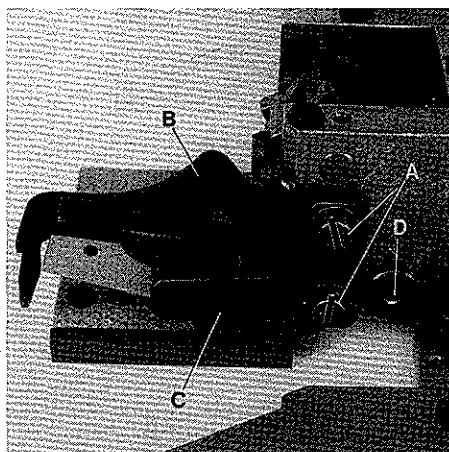
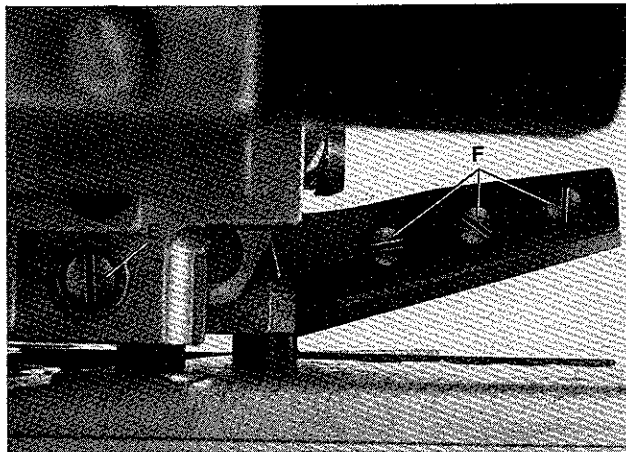
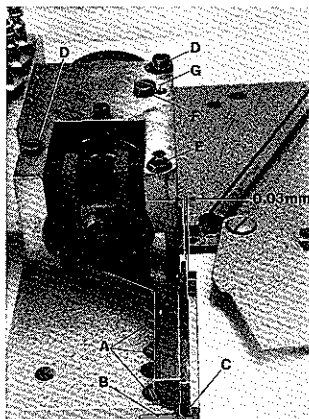

Fig. 63
Fig. 64
Fig.66
Loosen screws (A, Fig. 63) and remove the two finger guards (B and C).
Loosen screw (D, Figs. 63 and 65) and turn screw (E, Figs. 64 and 65) a few revolutions counterclockwise until the pressure of upper knife against lower knife is released.
Remove the three knife fastening screws (A, Fig. 66) and replace the lower knife.
The cutting edge of lower knife should be flush with the top surface of cloth plate. When assembling a new lower knife two shims (B, Fig. 66) each 0,4 mm (1/64 in.) thick, have to be placed between lower knife and cloth plate. When assembling a resharpened knife one or both shims have to be removed, according to the stock removed while grinding, in order to have the lower knife cutting edge flush with cloth plate top surface. Tighten knife fastening screws.
Remove the three upper knife fastening screws (F, Fig. 64) and replace the upper knife.
Press upper knife lever with upper knife in its down position. Cutting edges of upper and lower knife should overlap approx. 0,5 mm (.020 in.) at the knife tips (C, Fig. 66). For this adjustment, the upper knife fastening screws (F, Fig. 64) can be relocated a little bit up or down in the holes of the upper knife lever.
Lösen Sie die Schrauben (A, Fig. 63) und entfernen Sie die beiden Fingerschutzteile (B und C).
Lösen Sie die Schraube (D, Fig. 63 und 65) und drehen die Schraube (E, Fig. 64 und 65) einigemal im Gegenuhrzeigersinn bis das Obermesser nicht mehr gegen das Untermesser drückt.
Entfernen Sie die drei Messerbefestigungsschrauben (A, Fig. 66) und tauschen Sie das Untermesser aus.
Die Schneide des Untermessers muß auf gleicher Höhe mit der Stoffplattenoberfläche stehen. Beim Einbau eines neuen Untermessers werden zwei je 0,4 mm dicke Unterlegbleche (B, Fig. 66) zwischen Untermesser und Stoffplatte gelegt. Beim Einbau nachgeschärfter Messer müssen, entsprechend dem abgeschliffenen Material, ein oder beide Unterlegbleche entfernt werden, damit die Untermesserschneide auf gleicher Höhe mit der Stoffplattenoberfläche ist. Ziehen Sie die Messerbefestigungsschrauben an.
Entfernen Sie die drei Obermesser-Befestigungsschrauben (F, Fig. 64) und tauschen Sie das Obermesser aus.
Drücken Sie den Obermesserhebel mit dem Obermesser in die untere Stellung. Ober- und Untermesser sollen sich an den Messerspitzen (C, Fig. 66) etwa 0,5 mm überlappen. Die Obermesser-Befestigungsschrauben (F, Fig. 64) lassen sich für diese Einstellung in den Bohrungen etwas nach oben oder unten verlagern.
Release pressure of upper knife against lower knife as described in paragraph "REPLACING THE LOWER KNIFE". Loosen screws (D, Fig.66) slightly, and keep screw (E) securely tightened. Press upper knife lever in its down position.
Remove screw (F, Fig.66) and rotate eccentric rod (G) so, that the upper and lower knife contact each other at the knife tips (C), and at the lower knife pilot arises a distance of 0,03 mm (.0012 in.) (see Fig.66). Retighten the two screws (D) and turn in screw (F).
Make sure that eccentric rod (G, Fig.66) does not turn while tightening screws (D) and turning in screw (F).
Turn screw (E, Figs.64 and 65) clockwise until the upper knife exerts a markable pressure against lower knife. Lock screw (E, Figs.64 and 65) with screw (D) and make cutting tests with air pressure. If required, the upper knife pressure should be slightly increased or the shear angle slightly enlarged.
Lösen Sie die Schrauben (D, Fig.66) leicht, die Schraube (E) muß fest angezogen bleiben. Drücken Sie den Obermesserhebel in die unterste Stellung.
Entfernen Sie die Schraube (F, Fig.66) und drehen Sie den Exzenterbolzen (G) so, daß sich Ober- und Untermesser an der Spitze (C) berühren und am Untermesser-Führungszapfen ein Abstand von etwa 0,03 mm entsteht (siehe Fig.66).
Achten Sie darauf, daß sich der Exzenterbolzen (G, Fig.66) beim Anziehen der Schrauben (D) und Einschrauben der Schraube (F) nicht verdreht.
Drehen Sie die Schraube (E, Fig.64 und 65) im Uhrzeigersinn bis das Obermesser einen gut spürbaren Druck gegen das Untermesser ausübt. Kontern Sie die Schraube (E, Fig.64 und 65) mit der Schraube (D) und machen Sie Schneidproben mit Druckluftantrieb.